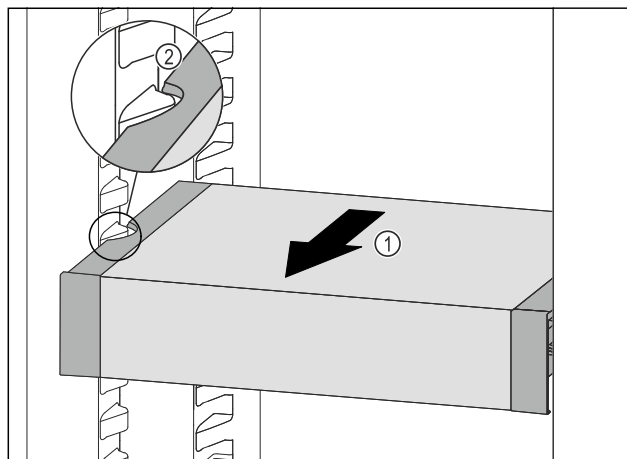

Fig. 111
- ▶ Predal VarioSafe povlecite naprej Fig. 111 (1), dokler nista stranska izreza predala VarioSafe na višini nastavka za posodo v hladilniku. Fig. 111 (2)